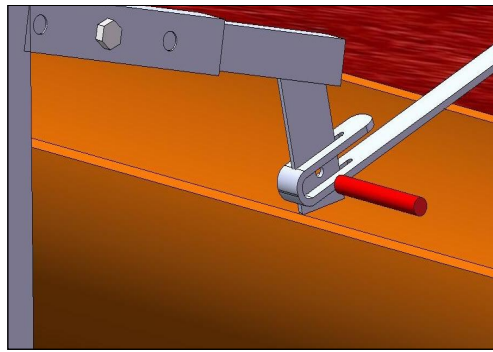

fig.5
- Accrocher le bras télescopique au crochet de support fixé sur la toiture; puis, insérer la goupille de sécurité (fig. 5 p. 9).